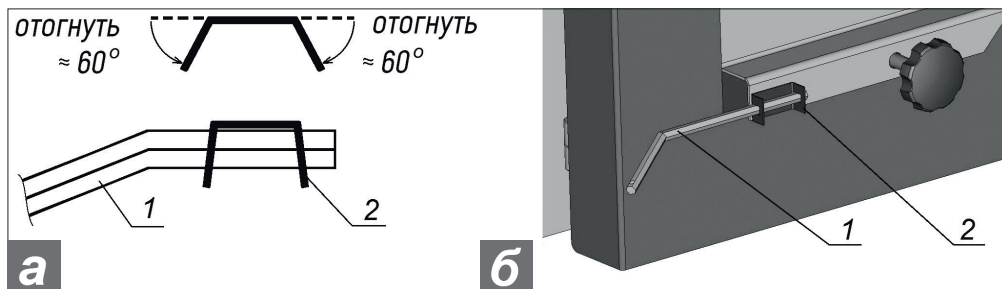

Рисунок 2. **Схема гибки пластинки (а) и установка (б) шестигранного стержня:**
**4.13.** В режиме работы котла на твёрдом топливе, можно установить регулятор тяги (через патрубок **поз. 11**). Цепь регулятора крепится к стержню **поз. 8**, который вставляется в монтажную пластинку (**поз. 2** на рис. 2) на дверце зольника. Края пластинки аккуратно отогните сначала на угол  $\approx 60^\circ$ . Затем вставьте стержень. Не отгибайте слишком сильно края пластинки, т.к. фиксация стержня будет зависеть от подпружиненного состояния пластинки.